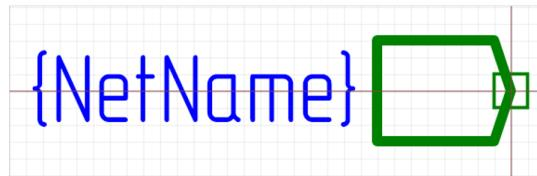

Рис. 66 Порт блоков Вход
- Вход – обозначение входа в схемотехнический блок (вложенную схему), см. Рис. 66.